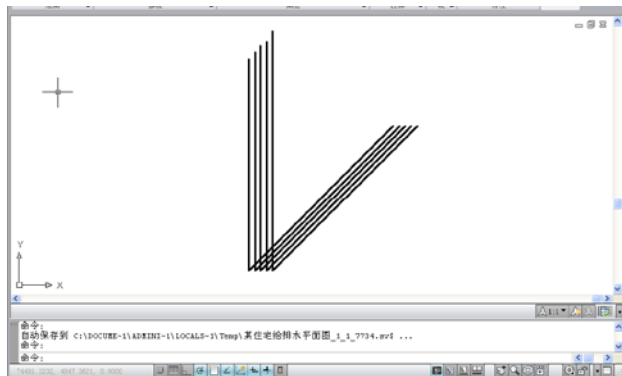

图 18.27
(5) 沿着 5 条直线再向上绘制 5 条直线, 结果如图 18.27 所示。